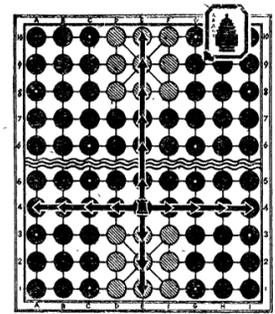

Рис. 9
8. Ход ладьи. Ладья ходит и бьет через всю доску как в обычных шахматах (рис. 9).